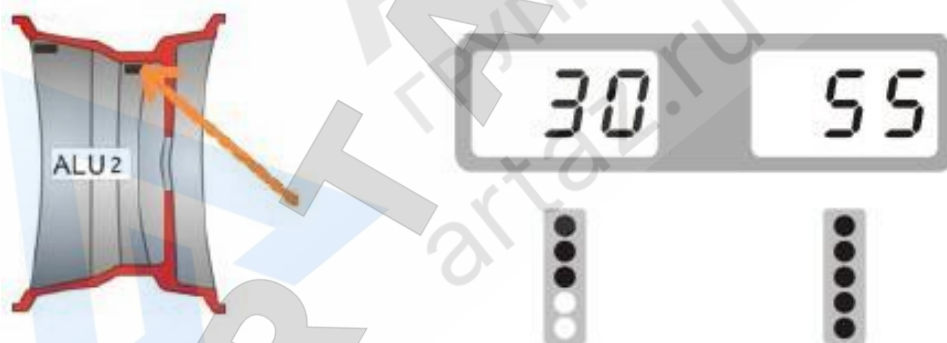

Рис. 6
4.2.5. Медленно вращайте колесо против часовой стрелки. Когда полностью загорятся светодиоды правого индикатора - это будет указывать на корректное угловое положение для установки противовесов с внешней стороны в положении на 12 часов (при 9H=OFF) или на 9 часов (при 9H=ON). Закрепите противовес так, как показано на рис.6.